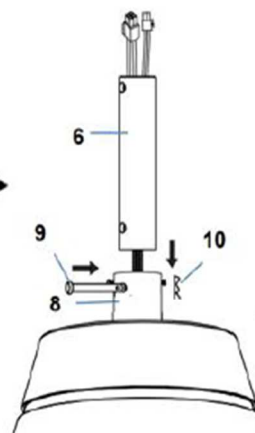

Abbildung 4.3
3. Führe die Anschlusskabel vorsichtig durch die Deckenstange (Abbildung 4.3).